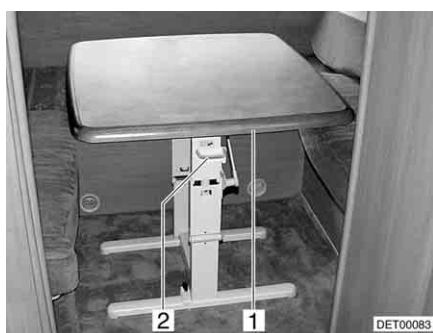

Fig. 53 Tavolo orientabile della dinette a U
- Spingere la maniglia (Fig. 53,2) verso l'alto.
- Ruotare il piano del tavolo (Fig. 53,1) formando un arco verso il basso finché la maniglia non si innesta.